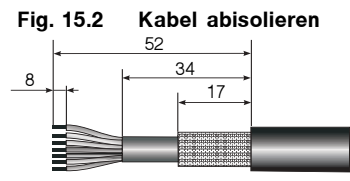

Fig. 15.2 Kabel abisolieren
1. Kabel gemäß Zeichnung abisolieren (Fig. 15.2)